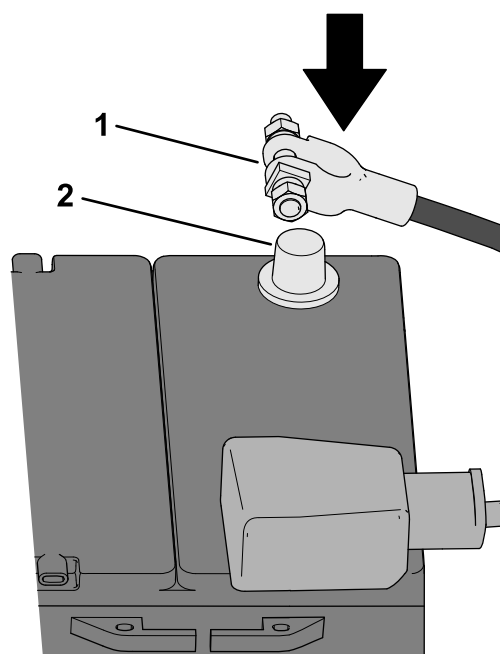

Figura 7
3. Collegate il cavo negativo (-) della batteria al polo della batteria (Figura 7).